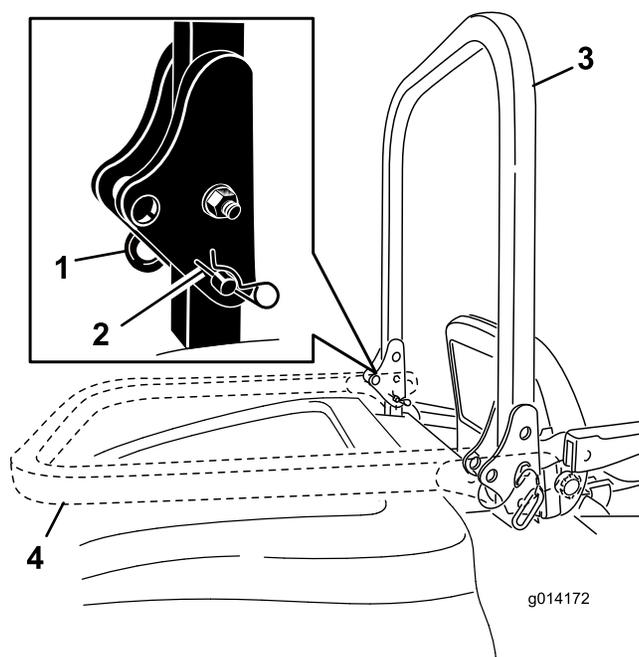

Bild 8
1. Nehmen Sie zum Absenken des Überrollbügels die Splints ab, drücken Sie den Überrollbügel nach vorne gegen die Federn und nehmen Sie die beiden Stifte ab (Bild 8).
2. Senken Sie den Überrollbügel ab (Bild 8).
3. Setzen Sie die zwei Stifte ein und befestigen Sie diese mit den zwei Splints (Bild 8).
4. Nehmen Sie zum Aufrichten des Überrollbügels die Splints ab und entfernen Sie die beiden Stifte (Bild 8).
5. Richten Sie den Überrollbügel ganz auf und setzen Sie die beiden Stifte ein. Befestigen Sie die Stifte mit den Splints (Bild 8).